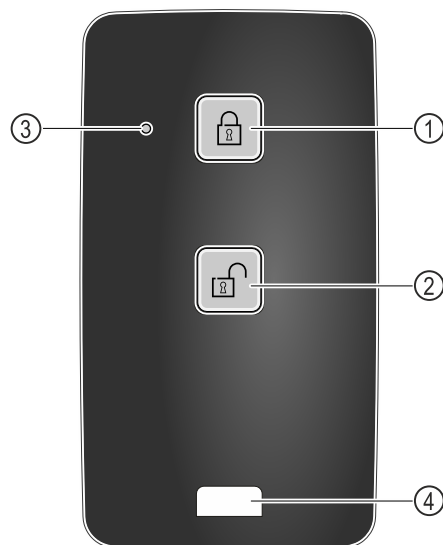

Fig. 219
- (1) Bloquear el cierre
- (2) Desbloquear el cierre
- (3) LED de estado
- (4) Anilla de fijación
- Pulsar el botón Fig. 219 (1) del mando a distancia.
- Pulsar el botón Fig. 219 (2) del mando a distancia.
- El LED de estado Fig. 219 (3) emite una señal visual al pulsarse el botón.
- Anilla Fig. 219 (4) para la fijación del mando a distancia, p. ej., en un llavero.